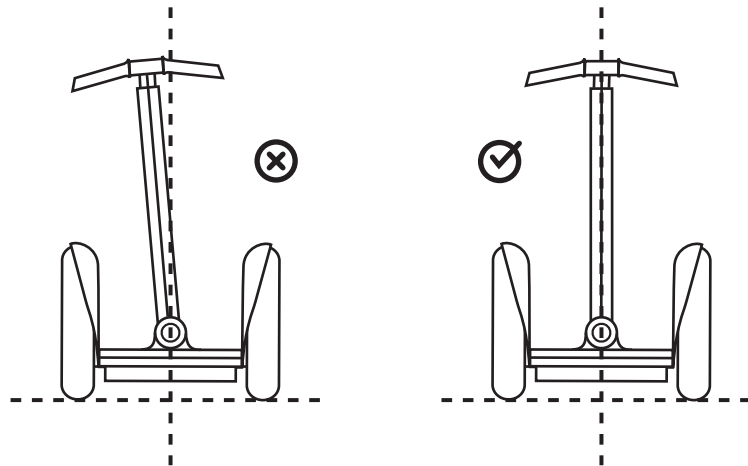

Figure 5. Centrage du cadre LeanSteer
8. Avant de serrer la vis, vérifiez visuellement que le guidon est droit et centré. S'il ne l'est pas, ajustez le cadre LeanSteer. Référez-vous à la figure 5.